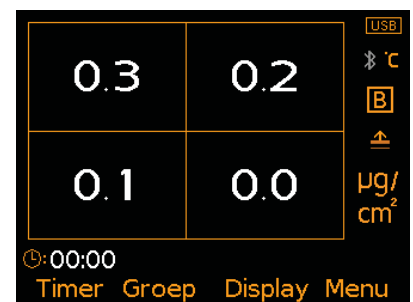

Fig. 2: Metingen x4
- **Metingen x4 (Fig. 2);** Het meetgebied is opgedeeld in vier Bresle-patchkwadranten en er worden gelijktijdig vier metingen getoond gelijkwaardig aan Bresle-patch of Elcometer 130.